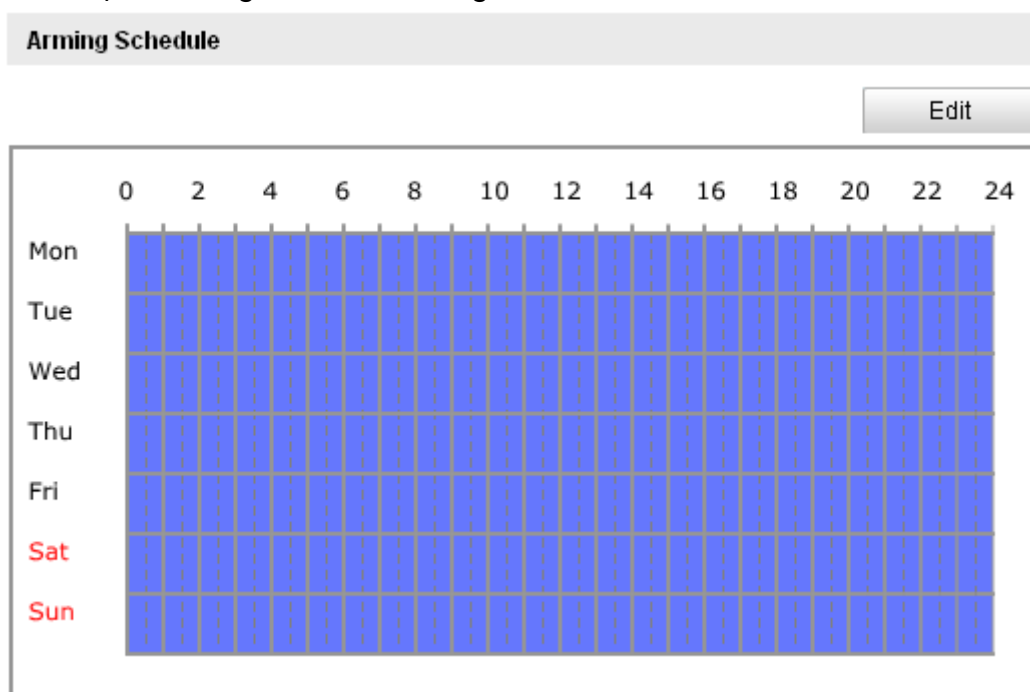

Figure 6-66 Programmation de l'armement
(1) Pour modifier la programmation de l'armement, comme le montre , cliquez sur Figure 6-67 dans Figure 6-66.